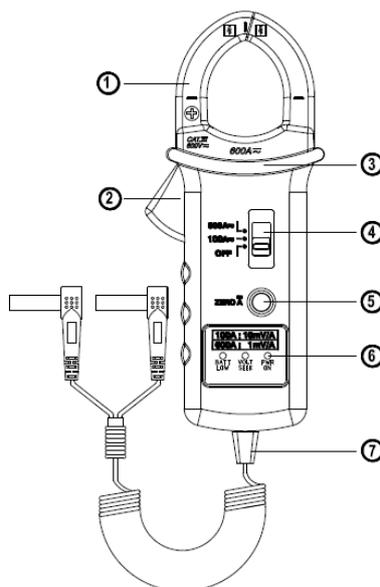
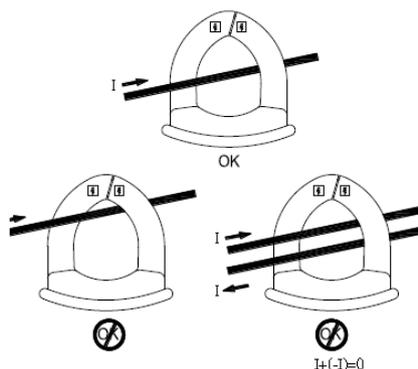

Рис. 5.1. Органы управления и индикации передней панели APPA-36T
рис. 5.2
На рис. 5.1 показаны органы управления и индикации передней панели.
2. Обхватите клещами преобразователя один провод (рис. 5.2 -вверху), в котором необходимо произвести измерения тока с учетом указанной полярности (*от «+» к «-»*). При измерении постоянного тока, индикация на шкале внешнего милливольтметра будет положительная при направлении тока от лицевой панели к тыльной клещей как показано на рис. 5.1
2. Обхватите клещами преобразователя один провод (рис. 5.2 -вверху), в котором необходимо произвести измерения тока.
3. Обратите внимание на то, что бы губки преобразователя были полностью замкнуты. Обхватывайте клещами только один провод. Если обхвачено более одного провода результат измерения будет сильно искажен (рис.5.2 –справа).